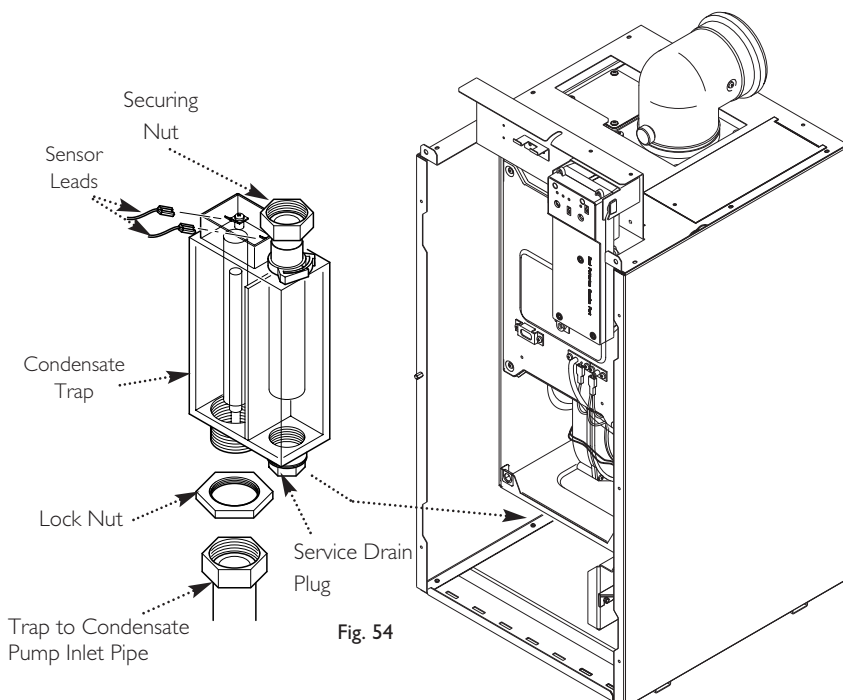

Fig. 54
13.11 Condensate Trap (Fig. 54)